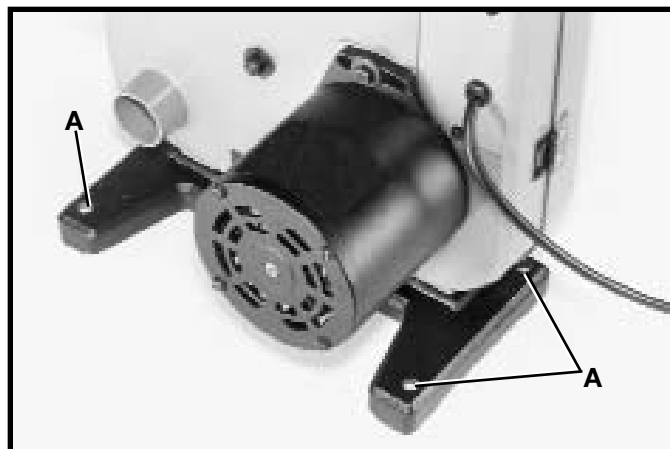

Fig. 14
⚠ AVERTISSEMENT L'appareil doit être fixé à la surface de soutien. Les quatre trous sont fournis dans la base de la scie à lame ruban à cette fin dont trois sont illustrés en (A) fig. 14.